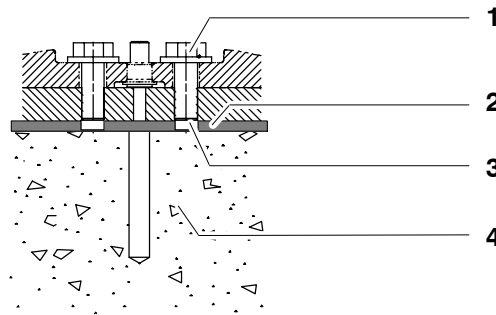

Fig. 43 Masse de compensation
- (5) Le cas échéant, déterminer l'importance des différences de niveau. Si on a affaire à de plus grandes différences, il faudra procéder conformément aux opérations (6) à (9).
- (6) Appliquer la masse de compensation (Fig. 43/2) sur les fondations en béton (4) ou sur la face inférieure des plaques de fondation.